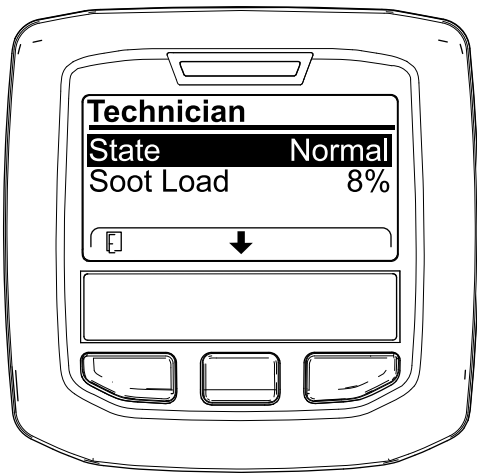

Figure 62
- Reportez-vous au tableau de fonctionnement du FAP pour comprendre l'état actuel de fonctionnement du FAP (Figure 62).